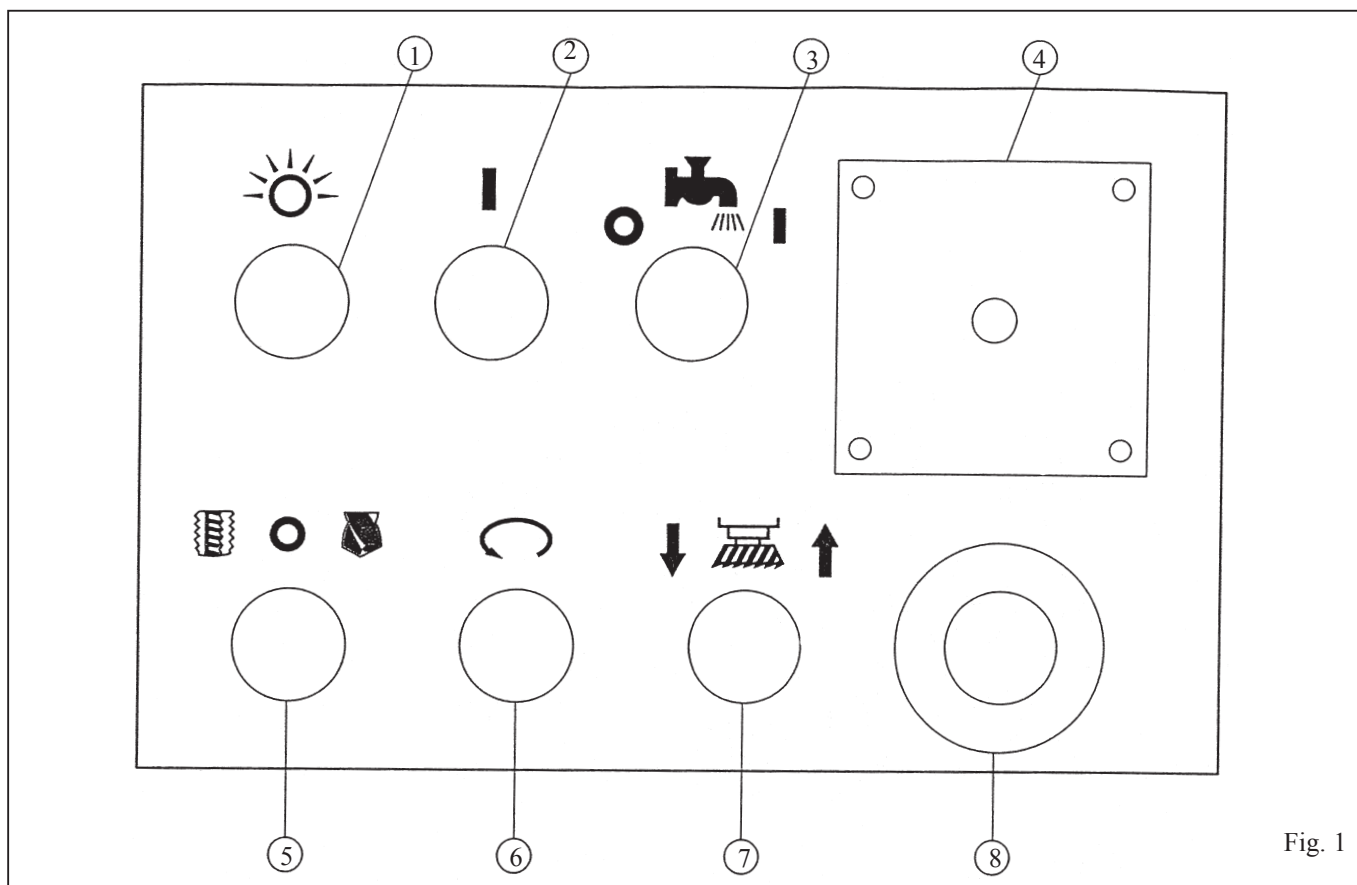

Fig. 1
2. Efter rengøring, smør alle ikke isolerede dele med en tynd olie. Smør alle punkter i overensstemmelse med Fig. 1 med en middel tyk maskineolie.